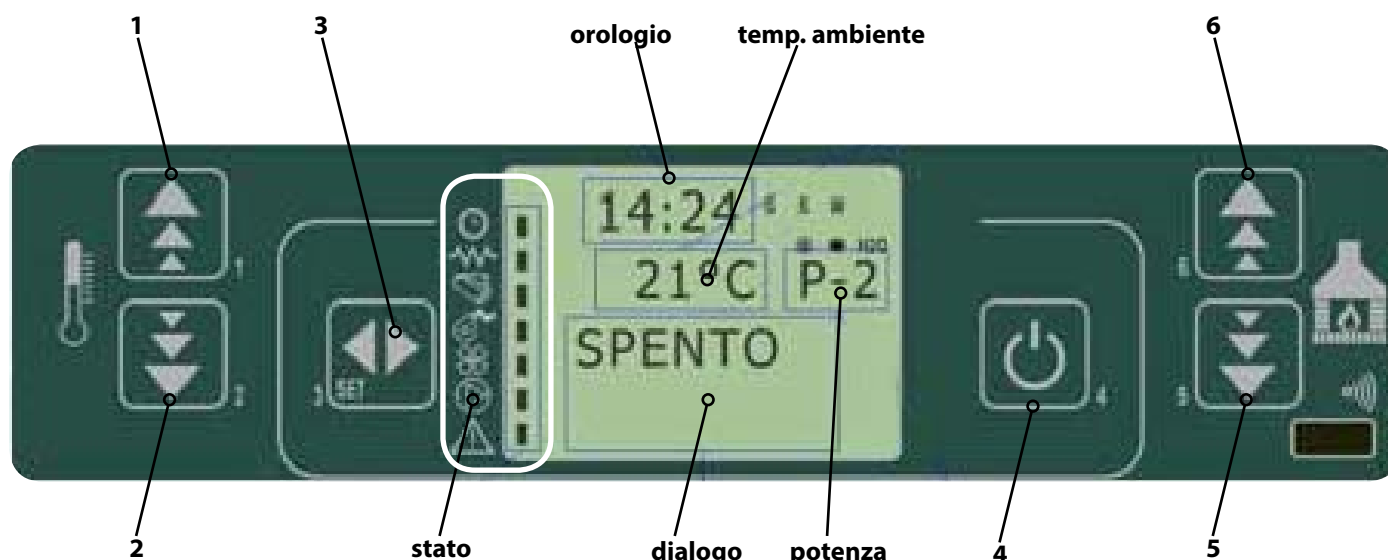

fig. 18a Descrizione dei pulsanti
Consente di impostare l'ora e la data corrente. Il pannello è provvisto di batteria al litio che permette all'orologio interno un'autonomia superiore ai 3/5 anni. Per modificare i valori, dal menù **02 - Set Crono**, utilizzando i tasti (5) e (6) fig. 18a scorrere le voci fino a "02 - program giorno", scegliere i nuovi valori con i tasti (1) e (2) fig. 18a, quindi confermare con il tasto (3) fig. 18a.
Permette di selezionare la lingua di dialogo tra quelle disponibili. Per modificare la lingua, dal menù **03 - Scegli lingua**, utilizzando i tasti (1) e (2) fig. 18a scorrere le voci fino alla lingua desiderata.
Attiva la modalità "STAND-BY" che porta il prodotto allo spegnimento dopo che la temperatura ambiente è rimasta superiore al valore impostato (SET) oltre il tempo pre definito. Dopo lo spegnimento avvenuto in seguito a questa condizione, la riaccensione sarà possibile solamente quando la temperatura impostata (SET) sarà inferiore a quella dell'ambiente per un determinato periodo. Per modificare la modalità, dal menù **04- Modo stand-by**, utilizzando i tasti (1) e (2) fig. 18a è possibile attivarla/disattivarla.
Quando si è impostata la selezione su "OFF" viene disabilitata la segnalazione acustica. Per modificare la modalità, dal menù **05 - Cicalino**, utilizzando i tasti (1) e (2) fig. 18a è possibile attivarlo/disattivarlo.